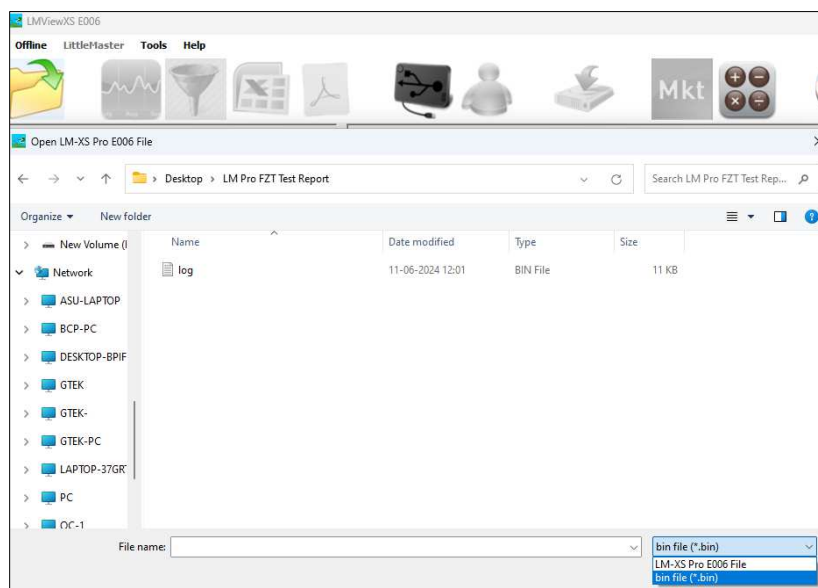

Figure 25 Ouvrez les données du journal téléchargées
- Cliquez sur le bouton « Ouvrir le lot téléchargé »  pour ouvrir le fichier de données de journal copié de l'enregistreur de données à partir de l'emplacement stocké, comme indiqué sur la figure 25.